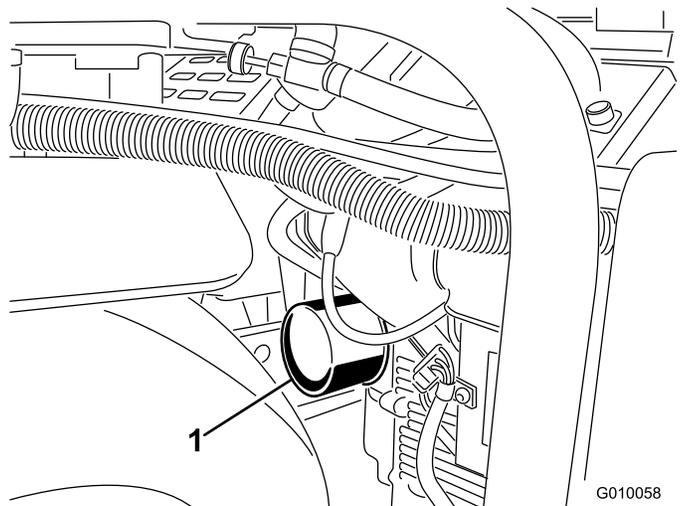
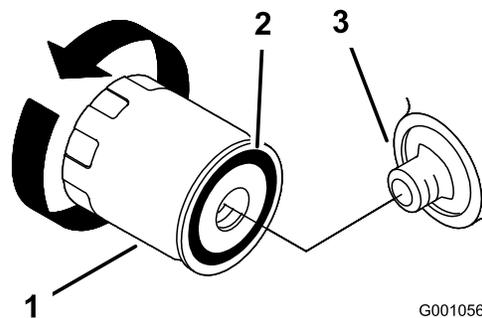

図 45
図 46
5. オイルを受けられるように、フィルタの下に浅い容器を置く 図 45。
6. オイルフィルタ 図 45 と 図 46 を外し、フィルタのアダプタガスケットの表面をきれいに拭く。